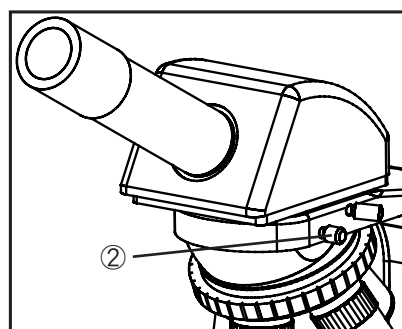

図 5
2. アナライザーのつまみ②を引張りクロスニコル状態にします。(図 5)